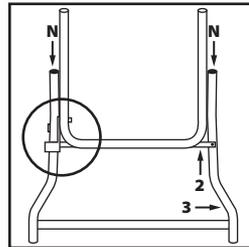

Abb. 6
- Stellen Sie sicher, dass das Bauteil **4** auf der richtigen Seite ist und dass der Riegel am Bauteil **3** den Verriegelungsstift am Bauteil **4** richtig aufnimmt (**Abb. 6**).